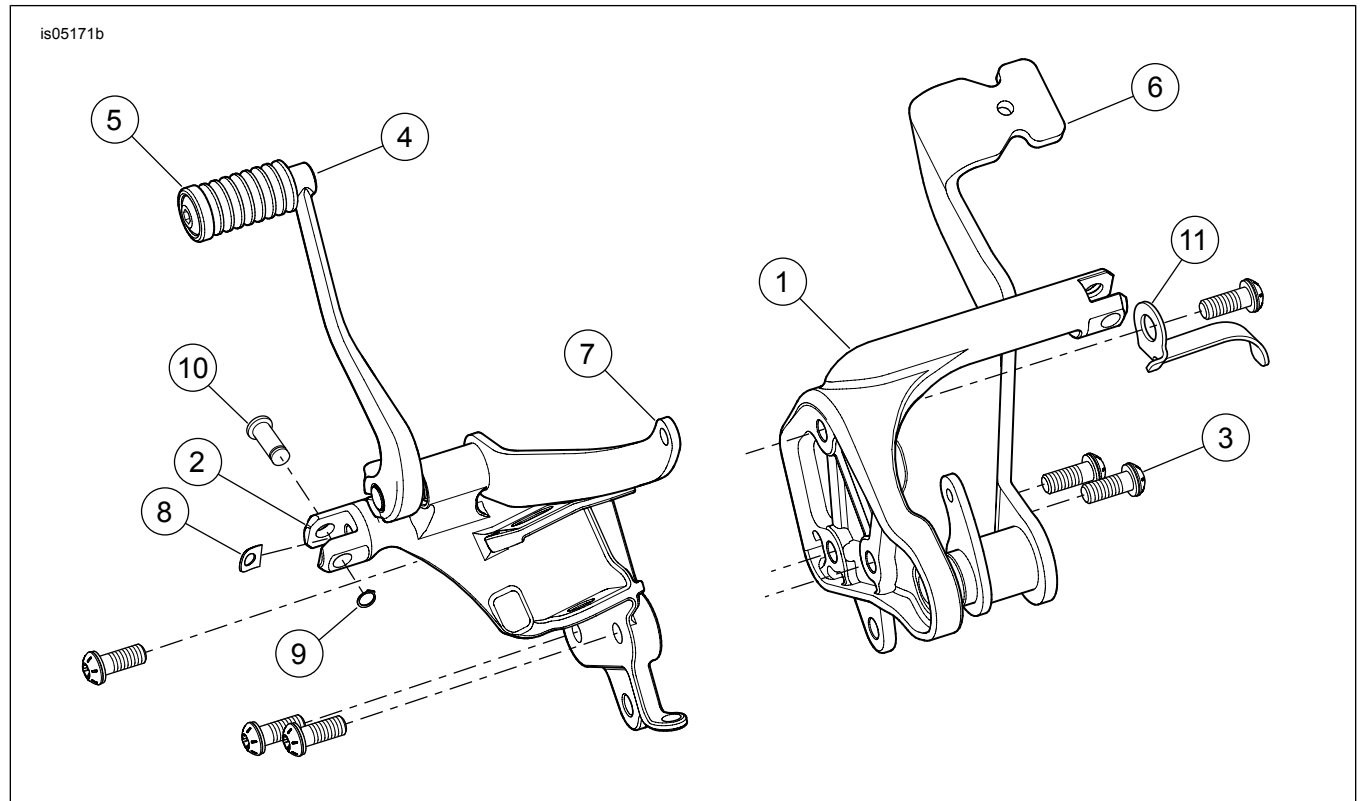

Abbildung 5. Ersatzteile: Vordere Bedienungselemente, Satz
Siehe Abbildung 5 und Tabelle 1.
4. Siehe Abbildung 5. Die neue linke Schalthebelhalterung (2) und drei TORX[®]-Schrauben (3) aus dem Satz bereitlegen.
6. Siehe Abbildung 5. Die Fußraste mit Federscheibe (8), Gabelbolzen (10) und Sicherungsring (9) einbauen.
11. Siehe Abbildung 5. Die Fußraste mit Federscheibe (8), Gabelbolzen (10) und Sicherungsring (9) einbauen.